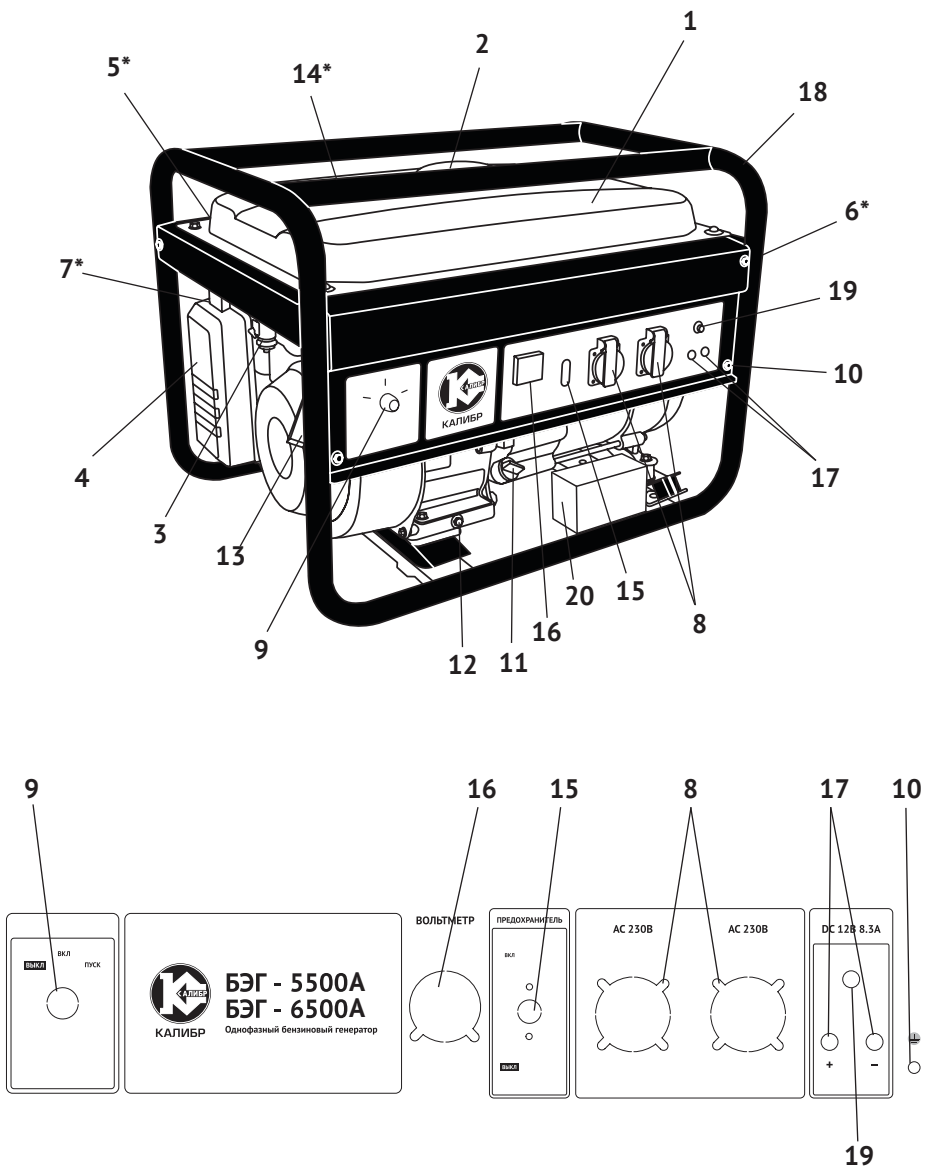

рис. 1
движениями поршня двигателя, передаёт крутящий момент на вал якоря генератора. Передача осуществляется через коническое сопряжение ротора генератора и вала двигателя. При этом образуется самоцентрирующаяся трёхопорная схема соединения. С обмоток статора генератора напряжение подводится: через систему стабилизации на розетки переменного тока (рис.1 поз.8); через выпрямительный блок на розетку постоянного тока 12 В (рис.1 поз.17).
2.4 Общий вид бензогенератора и панели управления представлен на рис.1
3.2 Бензогенератор оснащён одноцилиндровым четырёхтактным двигателем внутреннего сгорания с верхним расположением клапанов и нижним расположением коленчатого вала. Верхнее расположение клапанов снижает теплонапряжённость двигателя. При этом достигается более высокая выходная мощность в меньшем рабочем объёме при эффективном сгорании топлива. Двигатель имеет карбюраторную систему питания. Смазка осуществляется разбрызгиванием масла в картере. Пуск двигателя осуществляется или ручным тросовым возвратным стартёром или ключом замка зажигания (рис.1 поз.9) электрического стартера.
3.4 Двигатель и генератор закреплены на трубчатой раме (рис.1 поз.18) через амортизаторы, что снижает вибрацию аппарата и уменьшает уровень шума при работе. Все элементы бензогенератора имеют удобный доступ для обслуживания и ремонта.
Электрическая сеть подключения потребителей относится к системе с изолированной нейтралью, предусматривающей защитное заземление открытых токопроводящих частей корпуса. В зависимости от местных условий (состав грунта, его влажность и т.п.) изменяется качество заземления. Во всех случаях защитное заземление должно иметь сопротивление не более 4-х Ом. Во время работы бензогенератора его клемма заземления (рис.1 поз.10) должна быть подсоединена к заземлителю. Практически это требование может быть реализовано следующими способами:
Выкрутите пробку-щуп из маслозаливной горловины (рис.1 поз.11) и залейте в картер масло необходимой марки до нижнего края горловины. Вставьте сухой чистый щуп в горловину картера и выньте его. Проверьте уровень масла: граница смоченной области щупа должна располагаться между отметками минимального и максимального уровней.
5.3.1 Отключить всех потребителей переменного и постоянного тока от генератора. Перевести автоматический выключатель (рис.1 поз.15) в положение «Выкл».
- перевести ключ замка зажигания (рис.1 поз.9) в положение «Вкл»;
- открыть топливный кран (рис.1 поз.3);
- перевести рычаг управления воздушной заслонкой (рис.1 поз.7) в крайнее левое положение «закр» при пуске холодного двигателя (для прогретого двигателя рычаг устанавливается в промежуточном положении);
- медленно потяните рукоятку стартера (рис.1 поз.13) до появления сопротивления, затем резким движением вытяните его до конца, повторите действие ещё раз, если двигатель не завёлся.
После прогрева двигателя в течение 10-40 секунд (в зависимости от начальной температуры), перевести рычаг воздушной заслонки (рис.1 поз.7) в крайнее правое положение «открыто».
- перевести тумблер автоматического выключателя (рис.1 поз.15) в положение «ВЫКЛ.»);
- отключить потребителей электроэнергии от розеток (рис.1 поз.8);
- перевести ключ замка зажигания (рис.1 поз.9) в положение «ВЫКЛ.»;
- закрыть топливный кран (рис.1 поз.3).
- величина напряжения переменного тока измеряется вольтметром (рис.1 поз.16);